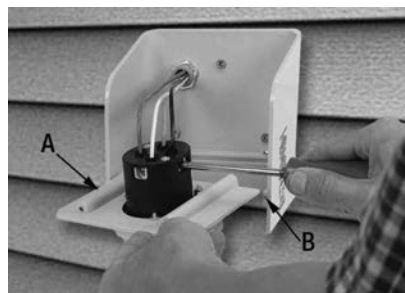

FIGURE 14
1. Tenant l'ensemble de prise NEMA (A) Fig.14, insérez les 4 fils dans les trous de vis correspondants.
3. Glissez l'ensemble de prise NEMA (A) Fig. 14 dans son logement (B).